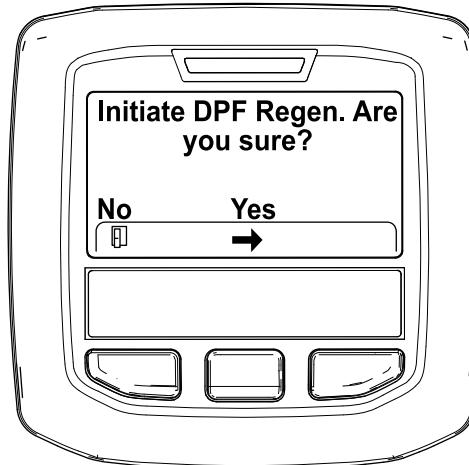

Figura 47
- Quando viene visualizzato il messaggio "Initiate DPF Regen. Are you sure?" (Inizializzare Rigen. FAP?) premete il pulsante centrale (Figura 47).